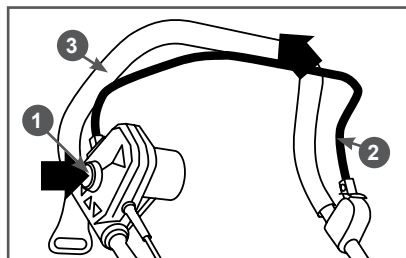

Рис. 10 Включение газонокосилки
1. Нажмите и удерживайте кнопку 1 блокировки (Рис. 10).
2. Прижмите скобу 2 выключателя (Рис. 10) к рабочей рукоятке 3.
Чтобы выключить газонокосилку отпустите скобу 2 выключателя (Рис. 10).